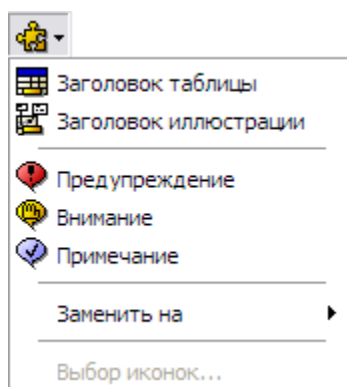
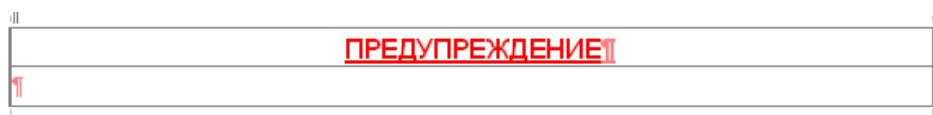

Рис. 5.97
Рис. 5.98
Для вставки в документ стандартных элементов используйте выпадающее меню инструмента **Стандартные элементы** , который находится на панели инструментов **Объекты** (Рис. 5.97).
3. На панели инструментов **Объекты** из выпадающего меню инструмента **Стандартные элементы**  выберите элемент **Предупреждение** (Рис. 5.97). При этом в документе появится таблица (Рис. 5.98).